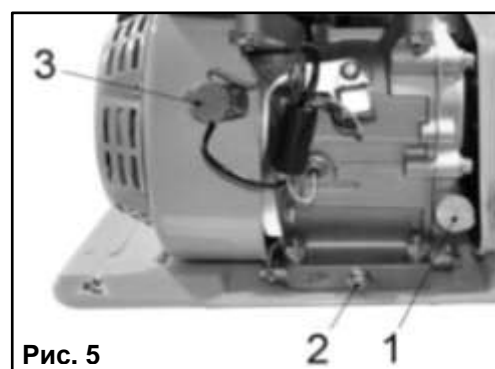

Рис. 5
- Отверните крышку маслосливной горловины (1) (См. Рис.5) из картера двигателя, достаньте щуп.